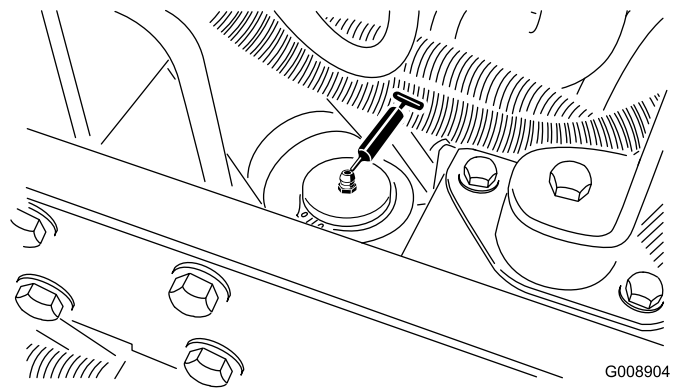

Figura 60
- Cilindro de dirección (Figura 60).